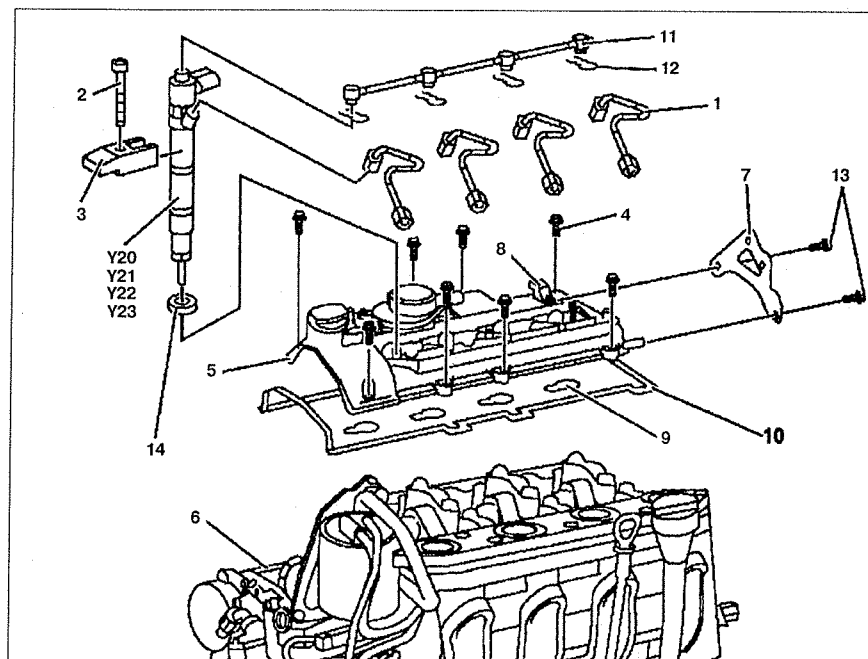

Рис. 5.6. Крышка головки блока цилиндров:
1. Снимите форсунки Y 20, Y 21, Y 22, Y 23 (см.рис.5.6).